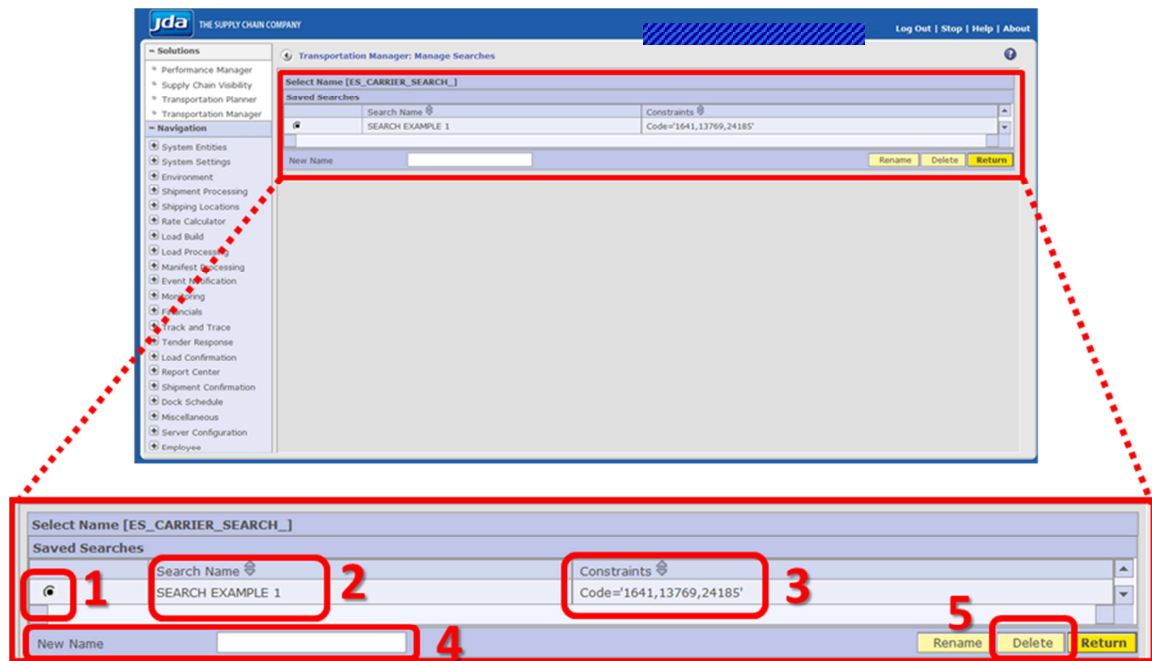

Fig. 15. Borrar búsqueda. Búsqueda Avanzada>Administrar Búsquedas
Seleccionaremos la Búsqueda que queramos borrar (1) y haremos clic en  (5) tal y como muestra la Fig. 15.